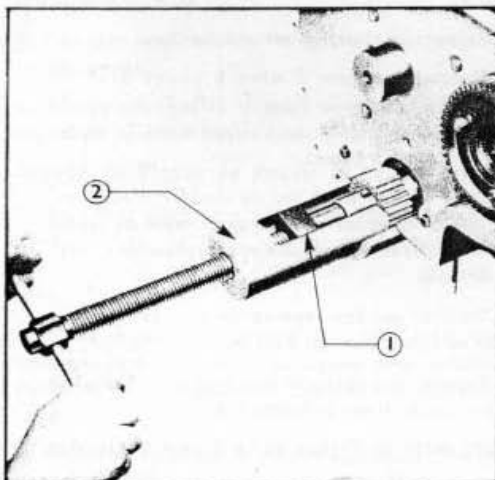

Fig. 15 = Depose du Pignon de Vilebrequin
9. Extraire le pignon de vilebrequin à l'aide de l'outil d'extraction spécial (Outil N° T.6096), la butée de l'outil (T.4096-1) étant vissée à l'extrémité antérieure du vilebrequin (Fig. 15).